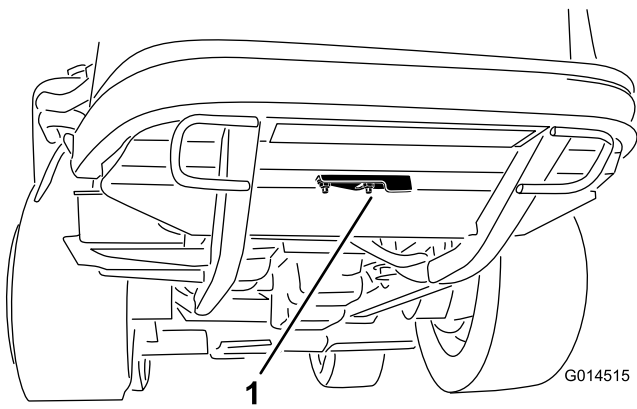

Bild 46
2. Lockern Sie die Bundmutter, die den Reinigungsdeckel an der Unterseite des Hinterrahmens befestigt (Bild 46). Drehen Sie den Deckel zur Seite, um die Reinigungsöffnung im Rahmen freizulegen.